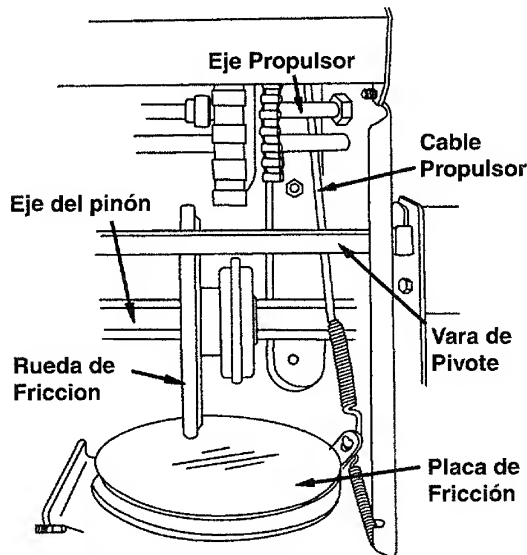

Figura 20
- Con el control del propulsor de tracción enganchado, asegúrese que la rueda de fricción toque la placa de fricción. Vea la figura 20.